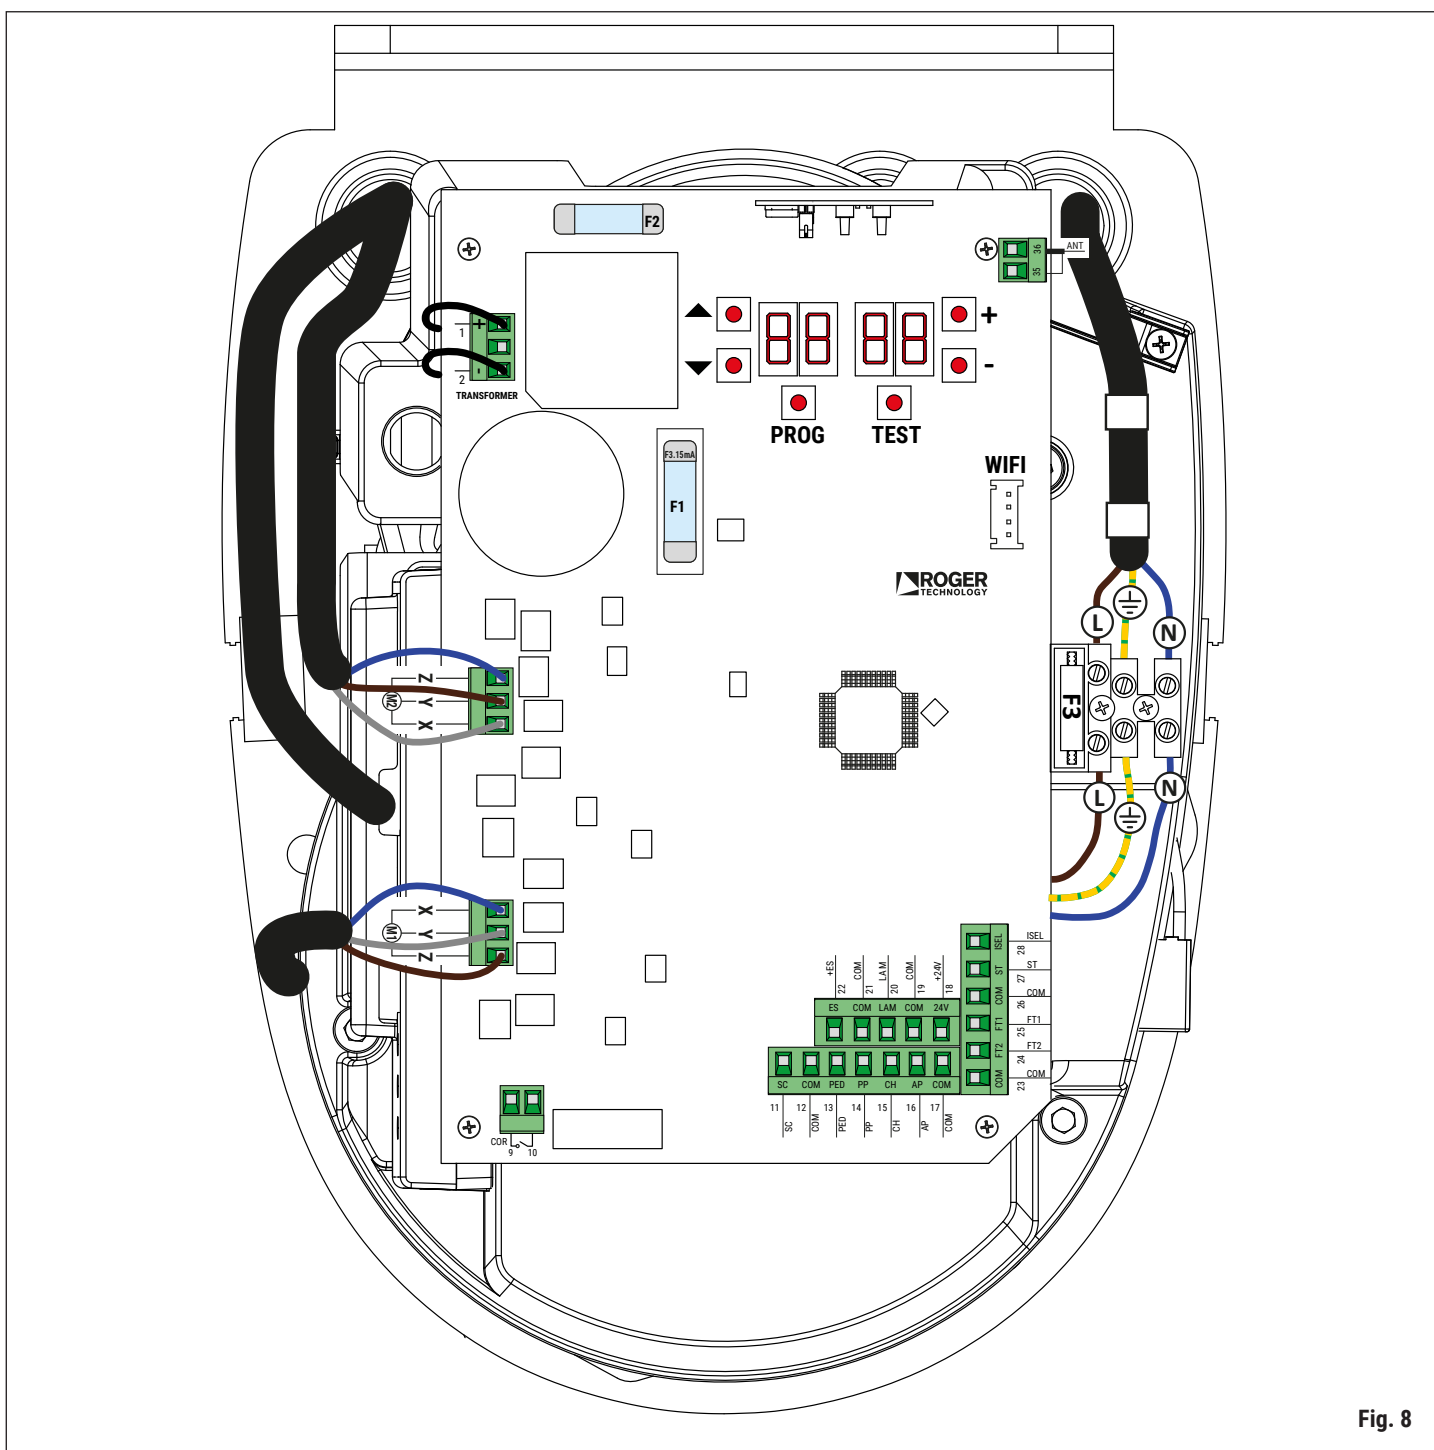

Fig. 8
**EN** The electrical connections and test procedure for AYRON gear motors are illustrated in figure 8 and in the installation manual of the B70/2ML control unit.
**DE** Die elektrischen Anschlüsse und die Abnahme der Antriebe AYRON sind in der Abbildung 8 und im Installationshandbuch des Steuergeräts B70/2ML dargestellt.
**FR** Les raccordements électriques et le contrôle des motoréducteurs AYRON sont illustrés dans la figure 8 et dans le manuel d'installation de la centrale de commande B70/2ML.